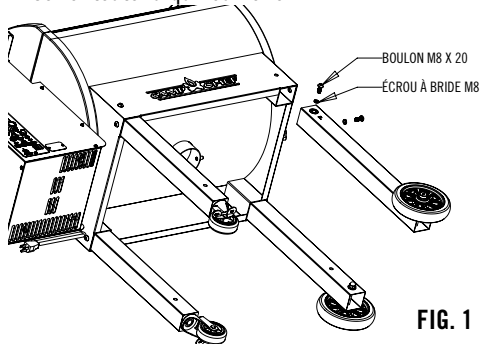

FIG. 1
2. Monter chacun des 4 pieds comme indiqué sur la Fig 1. S'assurer que les pieds équipés de roulettes sont attachés du côté droit du